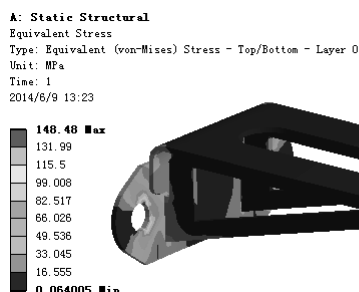

图 7.11.20 应力结果图解
(1) 求解分析。在顶部工具栏中单击 **Solve** 按钮求解分析。
(2) 查看应力结果图解。在“Outline”窗口中选中 **Equivalent Stress**，查看图 7.11.20 所示的应力结果，其最小应力为 0.064005MPa，其最大应力为 148.48MPa。